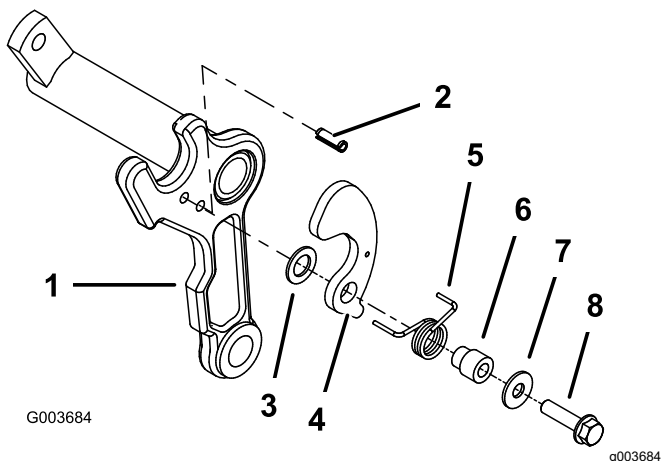

図 3
- 各カuttingユニットのキャリアフレームの該当する側の下穴に、ロールピンを取り付ける **図 3**。
- キャリアフレームの、ロールピンが取り付けられている側に、プラスチックワッシャ、バスケットブラケット、トーションスプリング、バスケットカラー、平ワッシャ11/32 x 7/8 インチおよびボルト5/16 x 1-1/4 インチを取り付ける **図 3**を参照。